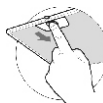

рис. 5
8.3 Для очистки алюминиевого фильтра извлеките его из вытяжки (рис. 5) и произведите очистку с помощью щетки горячим водным раствором нейтрального моющего средства вручную или в посудомоечной машине (при 60°C). Сильно загрязненный фильтр не следует мыть в посудомоечной машине вместе с посудой. Старайтесь не гнуть фильтр при мойке. Возможное изменение цвета фильтра, с течением времени, не приводит к снижению эффективности его действия.
- перед установкой вытяжки снимите алюминиевый фильтр (фильтры), для этого нажмите на пружинный замок на фильтре и потяните его вниз и на себя (рис. 5);